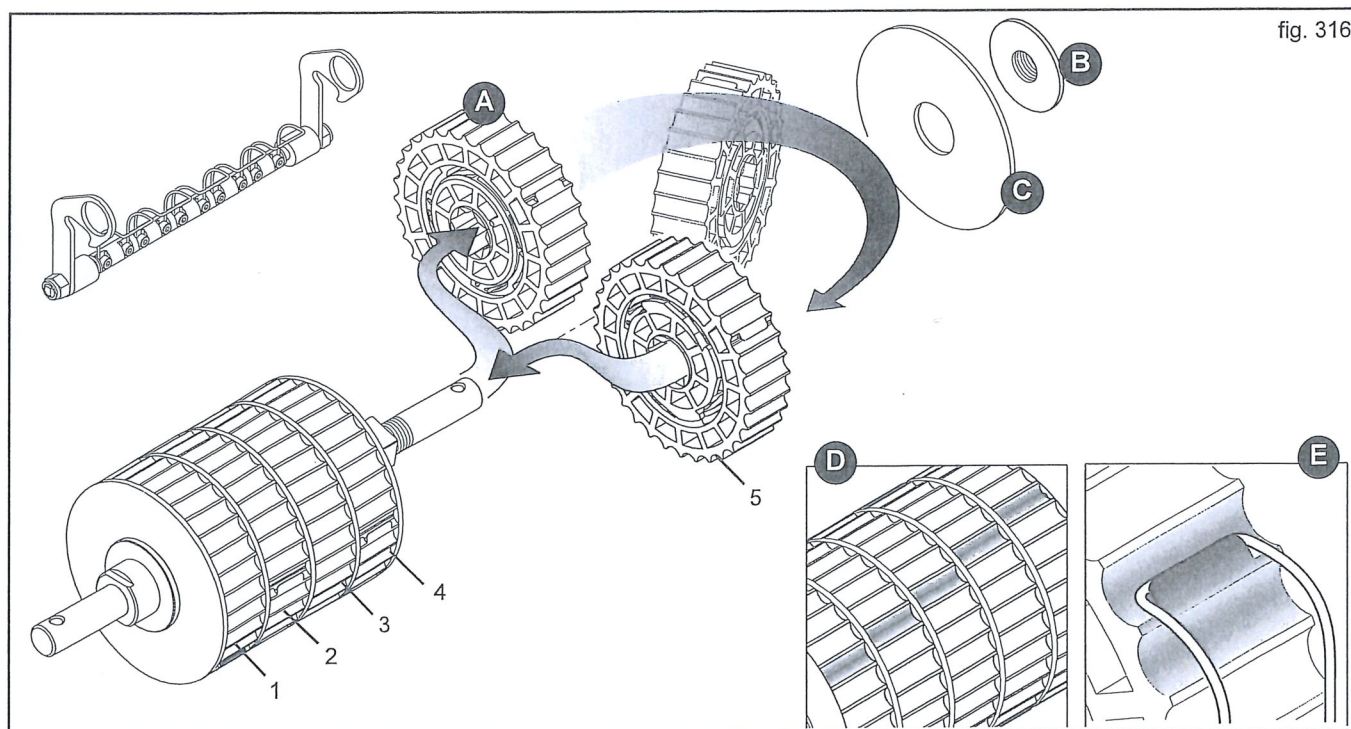

fig. 316
Da hver sektor (A, Fig. 316) spreder 20% af hele doseringsvalsens produkt, er det muligt at øge sektorerne, der arbejder, og reducere gearets omdrejningshastighed og derved opnå en ensartet spredning.
Efter at doseringsvalsen er afmonteret fra redskabet, drejes knoppen (B, Fig. 316), og låseringen fjernes (C). Træk den sektor, eller de sektorer, der skal udelukkes ud og monter dem på hovedet drejet 180°, **overhold placeringerne** (1-2-3-4-5, Fig. 316).
Når sektorerne monteres igen, skal det sikres, at de aktive sektors rum sidder forskudt i forhold til hinanden under arbejdet (D, Fig. 316) for at sikre kontinuerlig spredning.
Fastgør rensedelen i arbejdsposition og kontrollér, at fjedrene ikke sætter sig fast i de sektorer, som er vendt på hovedet (E, Fig. 316) og forhindrer omdrejningen og derved spredningen.